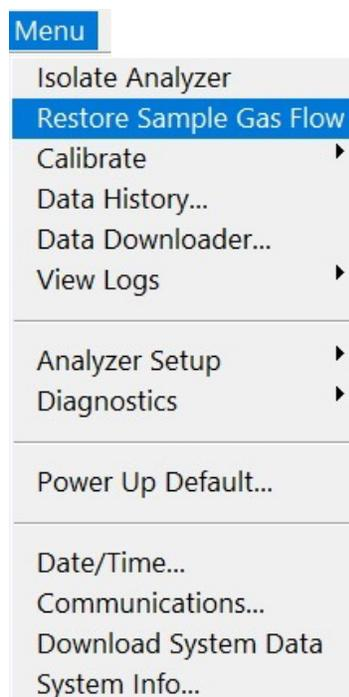
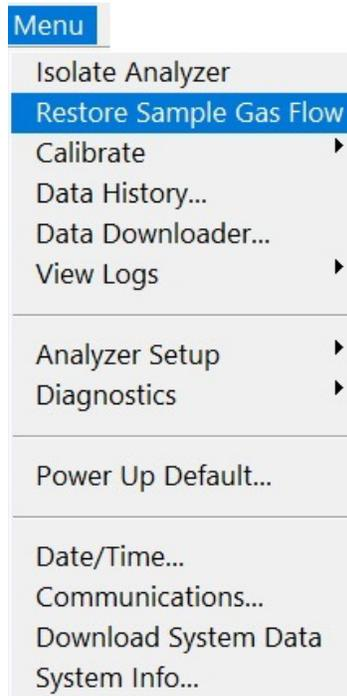

图 15: 启动气流
图 23：启动气流
11. 按“菜单”键并选择**恢复样气流量**，形成样本气体流量，如图 15 图 23 中所示。验证主屏幕是否显示流量。
26. 如果分析仪没有选装阀，请按下菜单按键并选择图 23 中显示的**恢复样气流量**，由此形成样气流量。验证主屏幕是否显示流量。
6. 从主菜单（**图 23**）选择**恢复气流**，由此恢复流量。